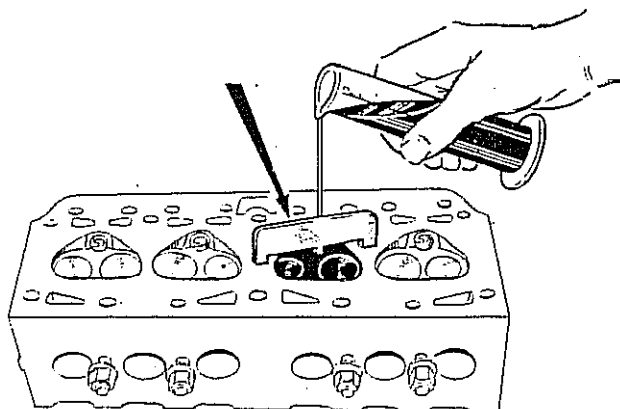

Fig. 55
- Colocar la reglilla sobre una cámara de combustión (ver flecha Fig. 55).
Llenar una probeta graduada de 100 cm³ de capacidad, hasta la marca del cero (0) exactamente, con alcohol desnaturalizado, coloreado con azul de metileno. Verter el alcohol en dicha cámara hasta que el nivel llegue a la patilla central de la reglilla (Fig. 55).